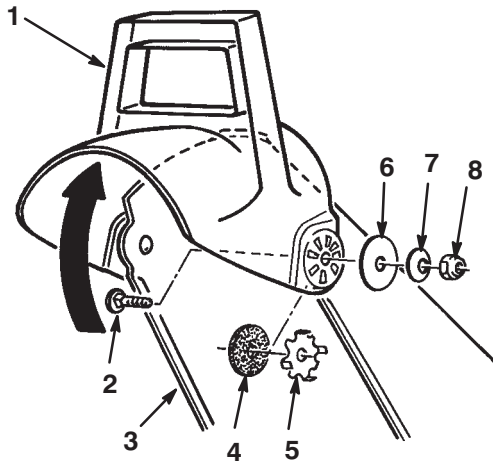

Bild 11
2. Befestigen Sie die linke Seite des Ablenklechs mit den im Bild 11 gezeigten Teilen am Auswurfkanal.